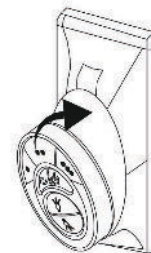

Figura 24
**Paso 1.** Para colocar el transmisor en la placa de pared, coloque primero el extremo inferior y luego presione la parte superior en la placa de pared. El transmisor ahora está sujeto a la placa de pared y funcionará desde aquí. (Figura 24)